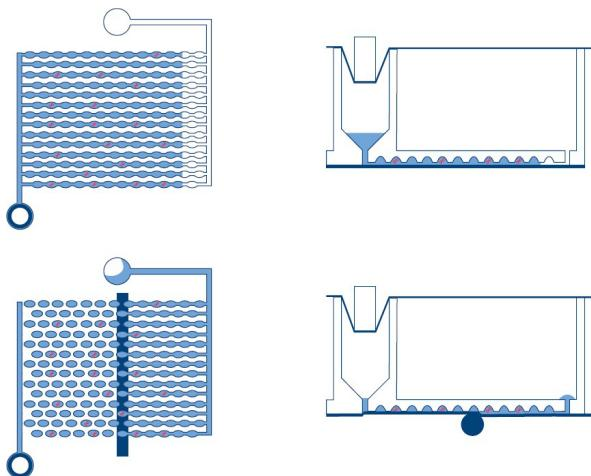

Figure 1. Schéma de remplissage et de séparation d'un puits.
- **Séparation** : dans le premier module de l'instrument, les microcanaux et les compartiments de la plaque sont remplis de l'échantillon et du mélange réactionnel dPCR. Pour ce faire, des pinces à piston compriment le joint supérieur élastique de la nanoplaque sur chaque puits. Cela crée une pression positive qui pompe le liquide du puits d'entrée dans les microcanaux et les compartiments. Ensuite, les canaux de communication entre les compartiments sont scellés par l'activation d'un adhésif sensible à la pression dans le cadre d'un processus de roulement contrôlé par la pression (voir Figure 1).
- **Imagerie** : La dernière étape du processus est l'acquisition de l'image, qui capture le signal de chaque compartiment des puits de la nanoplaque. En mode Utility (Utilitaire), l'utilisateur peut configurer les canaux de détection et les paramètres d'imagerie à l'aide de la fonctionnalité de configuration d'expérience de la suite logicielle. En mode IVD (DIV), les paramètres d'imagerie sont préréglés de manière à optimiser les conditions et ne nécessitent aucune configuration de la part de l'utilisateur. Les séparations qui contiennent une molécule cible émettront une fluorescence plus intense que les compartiments sans cible (voir Figure 1). Pour plus de détails et de spécifications sur le système d'imagerie, voir section 8 Caractéristiques techniques.